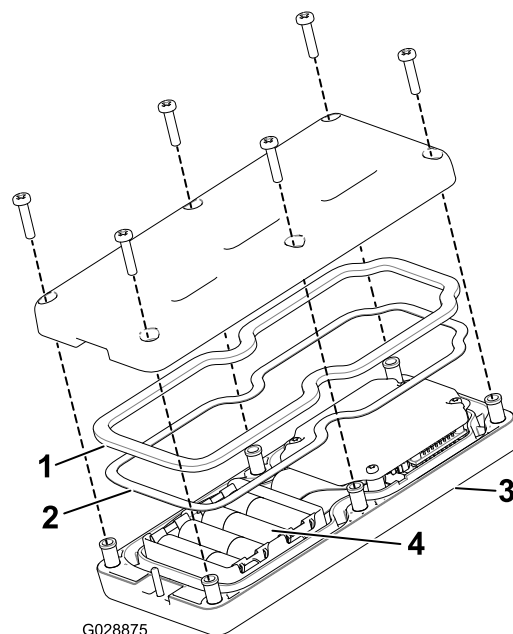

Рисунок 18
3. Убедитесь, что стальная прокладка и резиновое уплотнение находятся в канавке ручного пульта дистанционного управления, и установите заднюю крышку на место (Рисунок 18).
4. Закрепите крышку 6 винтами (Рисунок 18) и затяните их с моментом 1,5–1,7 Н·м.
2. Вставьте элементы питания в гнезда с клеммами, соблюдая полярность. В каждом гнезде имеется тиснение с обозначениями полярности клемм (Рисунок 18).